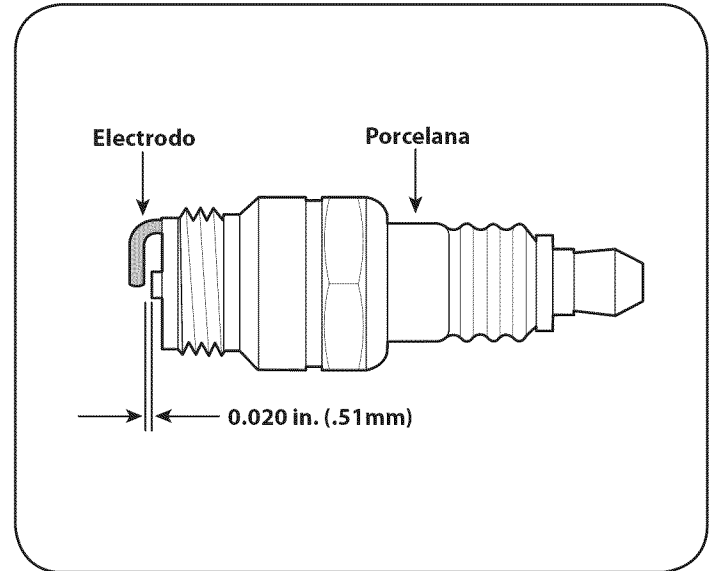

Figura 17
3. Compruebe el entrehierro con un calibrador de alambre. La separación correcta es 0,020 in. (0,51 mm). Vea la Figura 17. Si es necesario, reajuste el entrehierro.